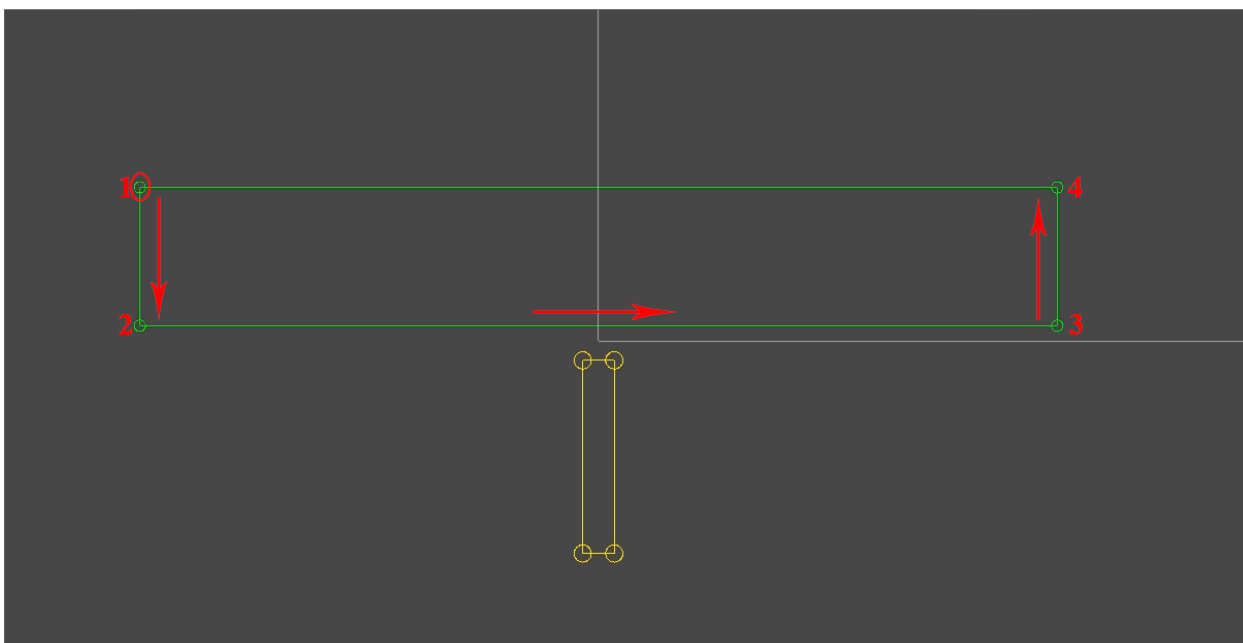

Рисунок 8
- 2) Создаем первоначальный контур для токарного бруска. У этого контура обход по точкам должен быть против часовой стрелки, точка окончания должна лежать на одной линии по оси X с первой точкой в контуре (Y должны быть равны) и так же X должна быть больше чем у первой точки. Т.к. это первоначальный контур, он будет очень простой и состоять из четырех точек, результат будет такой контур, рисунок 8. В коде это класс «Wood», метод «GetAllContour».